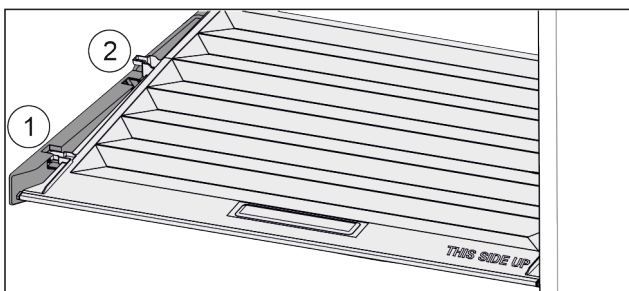

Fig. 116
- ▶ Deksel tot de opening in de vasthouddelen naar voren trekken Fig. 116 (1).
- ▶ Aan de achterkant vanaf de onderkant omhoog tillen en vanaf de bovenkant verwijderen Fig. 116 (2).